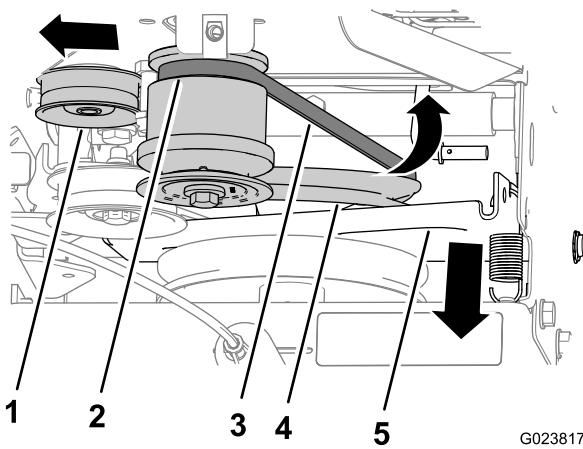

Рисунок 42
- Потяните натяжной шкив наружу (Рисунок 42).
- Извлеките ремень из задней канавки шкива двигателя и снимите его с машины (Рисунок 42).
- Установите ремень в канавку в нижней части шкива тяги (Рисунок 42).
- Установите ремень в заднюю канавку шкива двигателя (Рисунок 42).